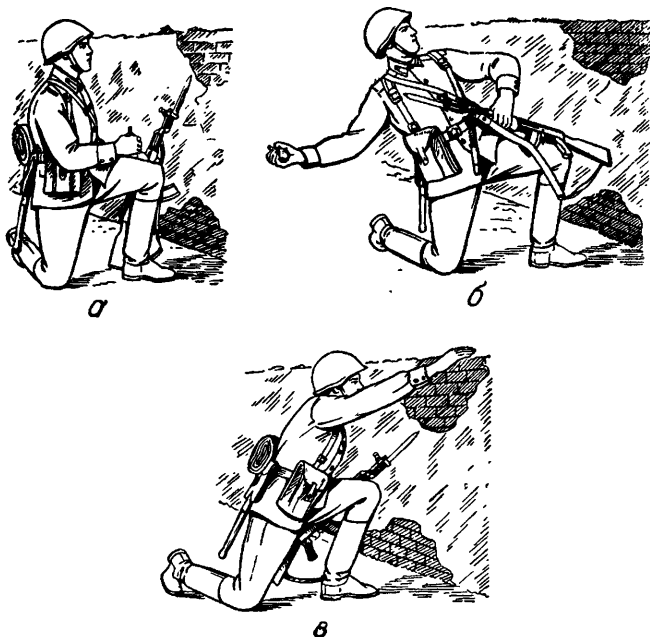

Рис. 22. Прием метания гранаты с колена:
54. При метании гранаты с колена (рис. 22) принять положение для стрельбы с колена,